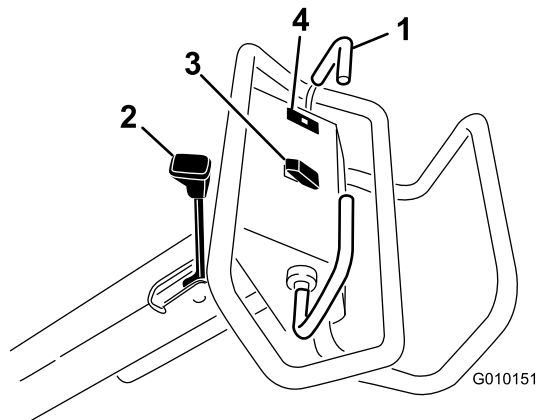

Figura 12
Para avançar, empurre a alavanca de tracção para a frente. Para andar para trás, empurre a alavanca de tracção para trás (Figura 12).
Para engatar o travão de estacionamento, desloque a alavanca no sentido do motor. Para desengatar o travão de estacionamento, mova a alavanca para a frente (Figura 12).
A luz de aviso da pressão do óleo (Figura 12) acende-se quando a pressão do óleo do motor descer abaixo do nível de segurança. Se esta situação se verificar, desligue o motor e descubra qual a causa do sucedido. Efectue as reparações necessárias antes de ligar novamente o motor.
**Subida**—Pressione a parte superior do interruptor (Figura 12) para fazer subir a cabeça de perfuração e desengatar a cabeça de perfuração. O motor deve estar a funcionar para gerar pressão de elevação. Se a cabeça de perfuração estiver abaixo da altura de transporte, consulte Repor o circuito de controlo do sistema.
**Descida/activação**—Pressione a parte inferior do interruptor (Figura 12) para fazer descer e activar a cabeça de perfuração. A alavanca de tracção deve estar na posição mais para a frente para activar o interruptor.